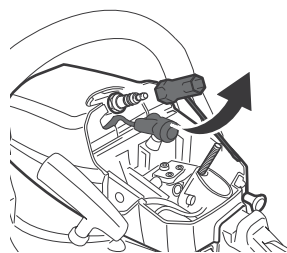

Fig. 59
- > Dévissez la bougie d'allumage à l'aide de la clé mixte fournie [32], puis ôtez-la (Fig. 59).